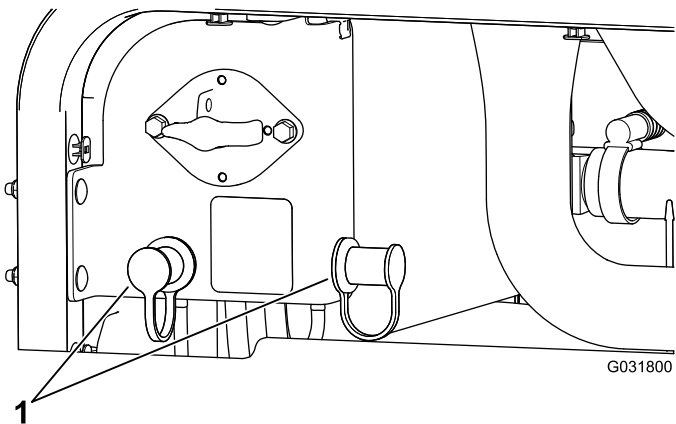

Bild 114
3. Nehmen Sie die Abdeckungen von den Starthilfepolen ab (Bild 114).